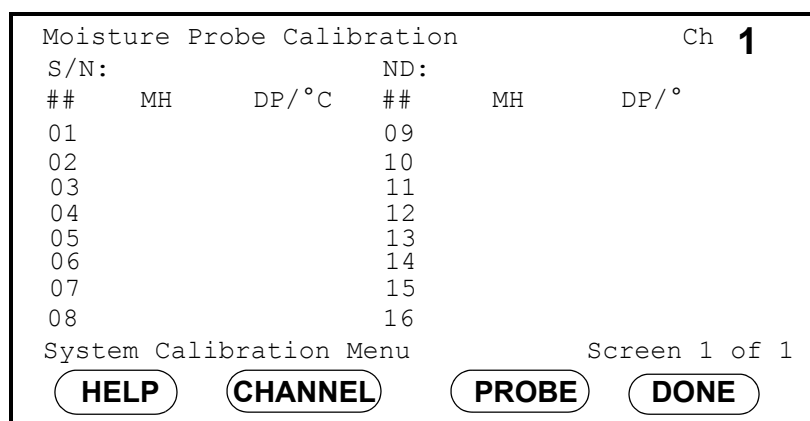

Рис. 4-2: Меню калибровки системы по влажности
1. В System Calibration Menu (Меню калибровки системы), нажмите клавишу меню [PROBE], пока не появится экран Moisture Probe Calibration (Калибровка датчика влажности), аналогичный показанному на рис. 4-2 ниже.